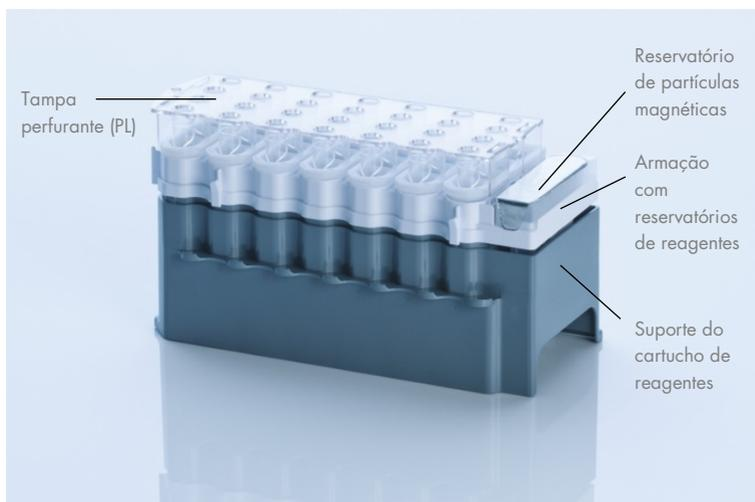

Figura 2. Cartucho de reagentes do QIAasymphony. O cartucho de reagentes contém todos os reagentes necessários para a execução do protocolo.
Os reagentes para a purificação de DNA estão contidos em um inovador cartucho de reagentes (Figura 2, na página 18). Cada reservatório do cartucho de reagentes contém um determinado reagente, como partículas magnéticas, tampão de ligação, tampão de lavagem ou tampão de eluição. Os cartuchos de reagentes parcialmente usados podem ser fechados com tiras de vedação reutilizáveis para serem usados posteriormente, o que evita a criação de resíduos devido a restos de reagentes no fim do procedimento de purificação.
Coloque o cartucho de reagentes no suporte do cartucho de reagentes. Antes de usar um cartucho de reagentes pela primeira vez, coloque a tampa perfurante (PL) no topo do cartucho de reagentes (Figura 2, acima).